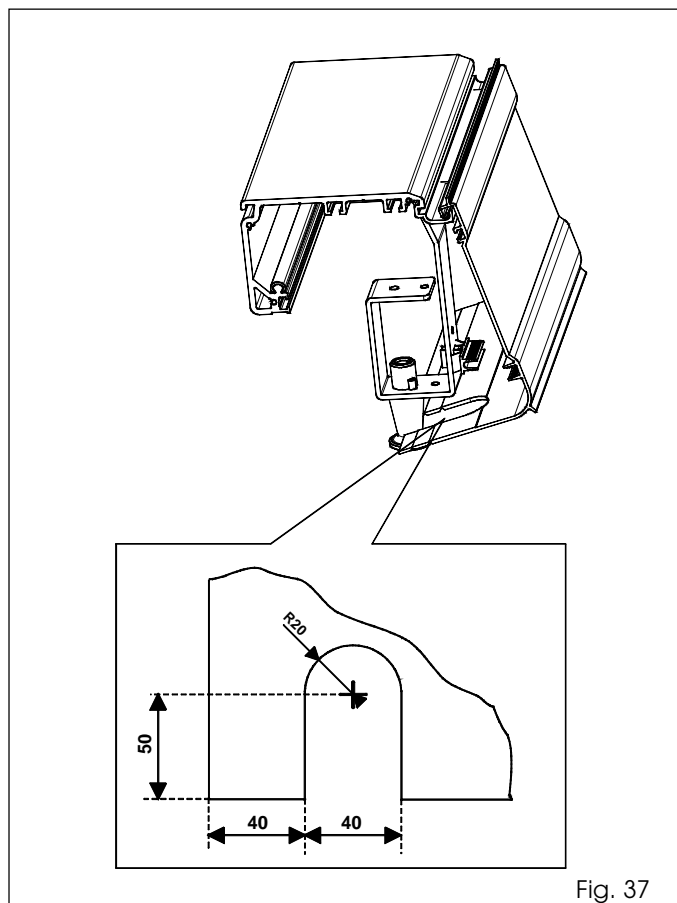

Fig. 37
- N.B.: als de interne ontgrendeling wordt gebruikt moet hij, voor een juiste sluiting van de kap, de vorm krijgen die wordt aangegeven door de maten van fig. 37.